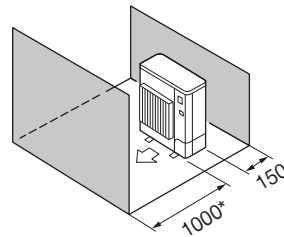

Fig. 2-10
- ⑤ มีสิ่งกีดขวางที่ด้านหน้าและด้านหลังเท่านั้น (Fig. 2-10)